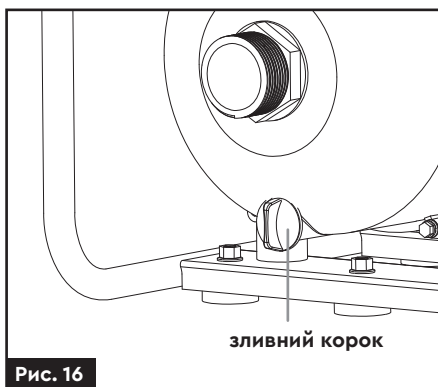

Рис. 16
- › По можливості, продуйте систему водопостачання стисненим повітрям (**рис. 16**).